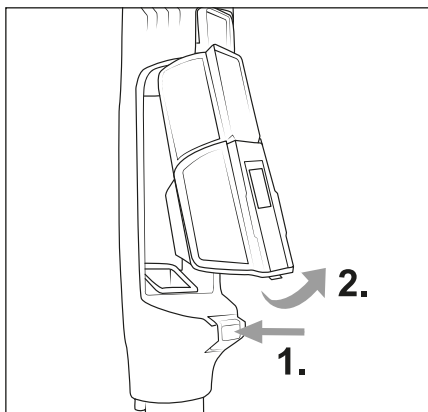

Fig. 14
- 1) Pour extraire le bac à poussière 7 et le bac à filtre HEPA 5 de l'appareil, appuyez sur la touche de déverrouillage du bac à poussière 25. Retirez d'abord le bac à poussière 7, puis le bac à filtre HEPA 5 de l'appareil (voir fig. 14).